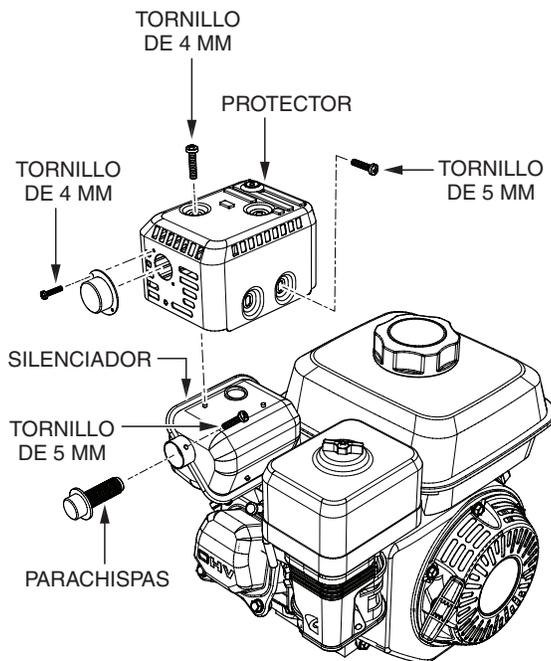

Figura 29. Extracción del parachispas
1. Quite el tornillo de 4 mm (3) del deflector de escape y quite el deflector. Consulte la Figura 29.
2. Quite el tornillo de 5 mm (4) del protector del silenciador y quite el protector del silenciador.